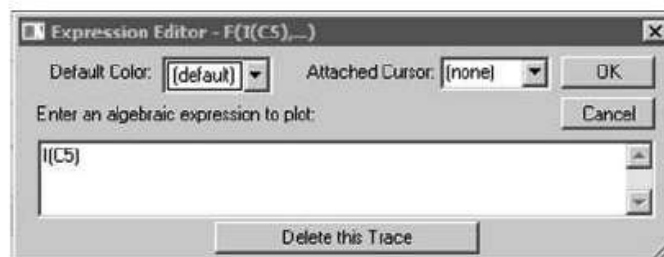

Figure 8.7
3. **Alt + double-clic gauche** pour choisir la mesure et ouvrir la fenêtre de l'éditeur de fonction mathématique, figure 8.7.